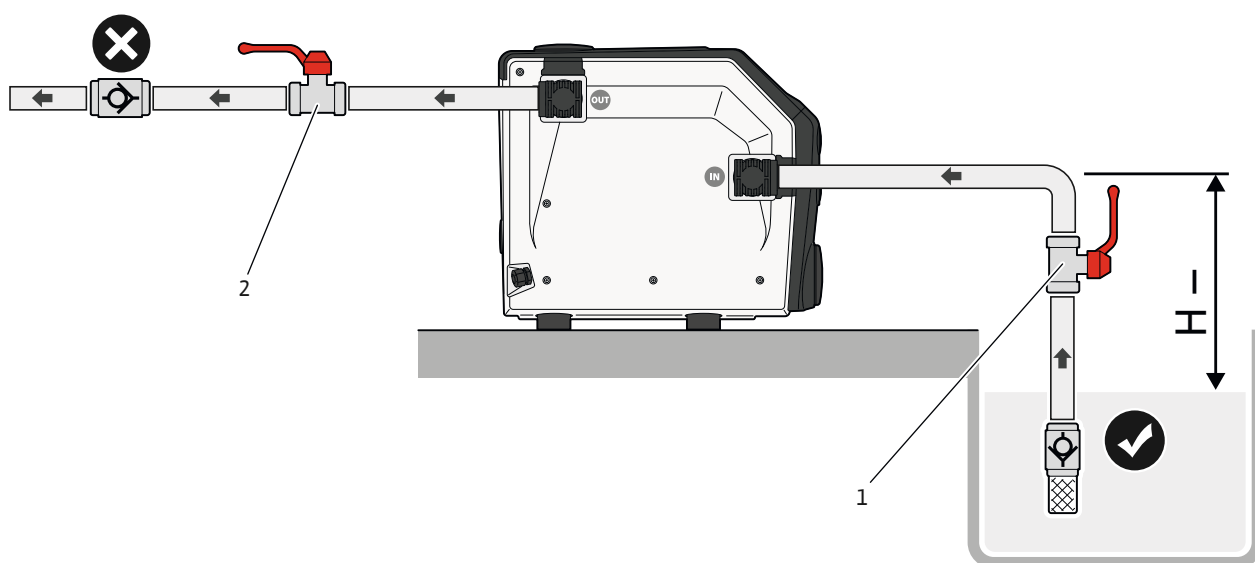

Fig. 7: Modo de aspiración
1. Cierre las llaves de corte (Fig. 7, pos. 1, 2) en los lados de impulsión y aspiración.